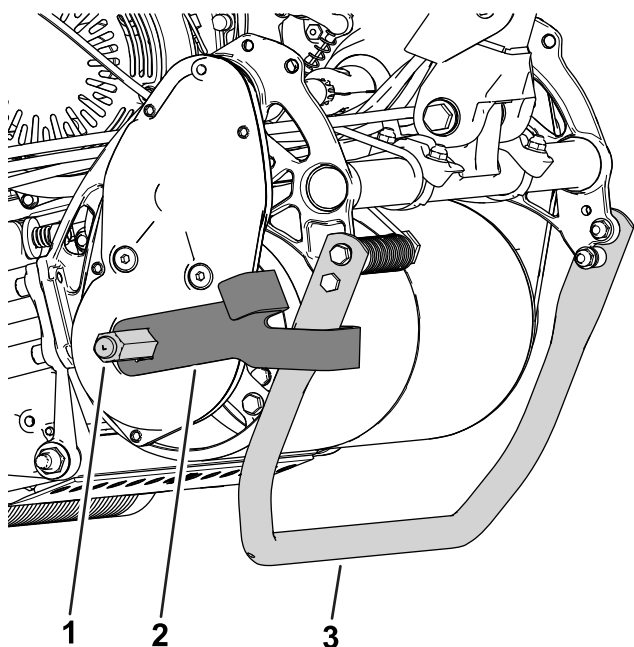

Figura 10
- **Tambor ajustado en la posición ALTA:** deslice el soporte sobre el eje con la patilla más larga orientada hacia la máquina (tal y como se muestra en la Figura 10).